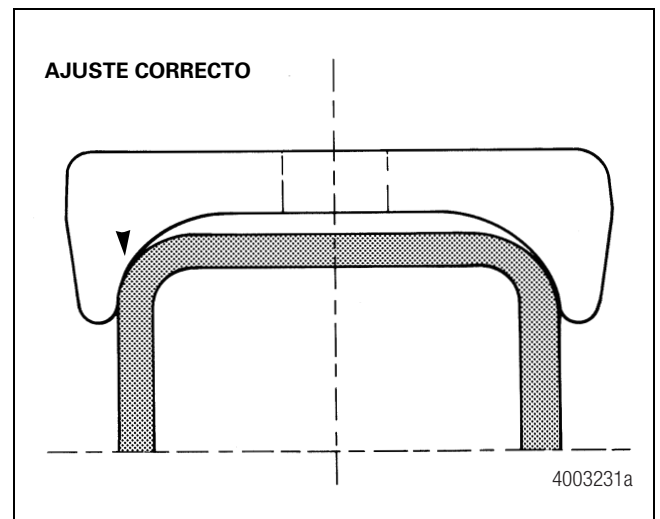

Figura 7.3
- Los soportes de ejes rectangulares deben encajar en el eje de modo que el punto de contacto esté en el punto tangente al radio del eje. Figura 7.3.